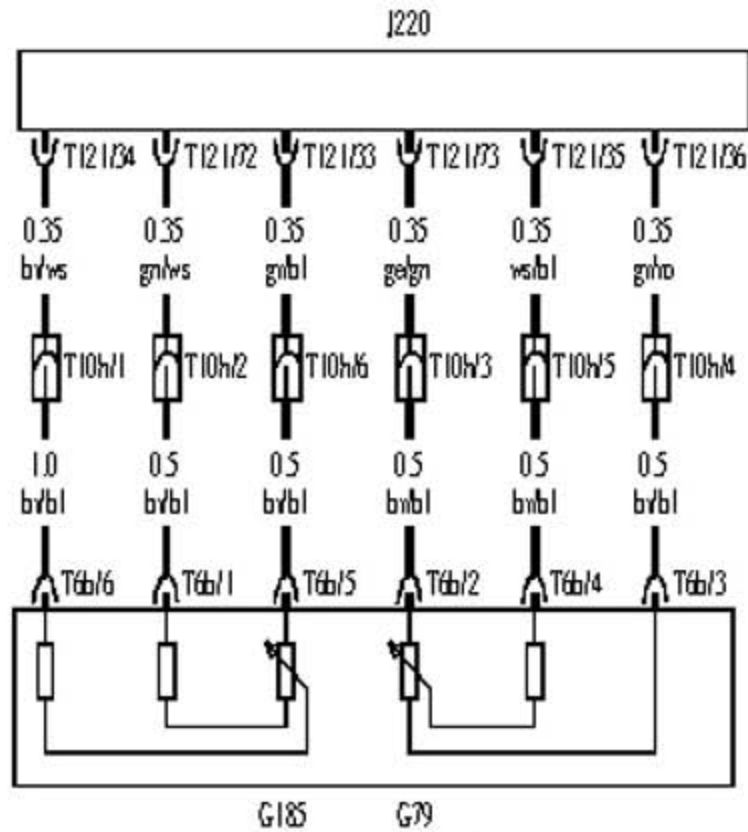

图 2
- 4). 断开点火开关，取下蓄电池负极线，从控制单元上取下插头。根据电路图(图 2)检查电子油门踏板位置传感器与控制单元间线路是否正常。检测插头插脚 T121/36 与 T6b/3; T121/35 与 T6b/4; T121/73 与 T6b/2; T121/33 与 T6b/5; T121/72 与 T6b/1; T121/34 与 T6b/6 各导线均无短路、断路现象。拆开控制单元(图 3)进行检查，发现集成块已经烧坏。